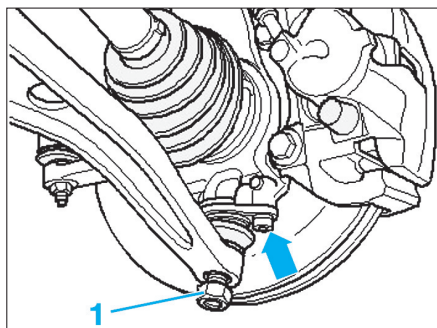
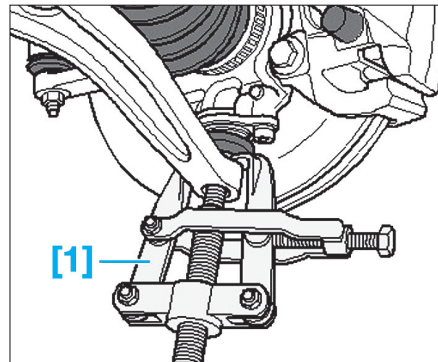

Fig. 19
Fig. 25
- le pivot de la rotule d'essieu inférieure (flèche) (Fig.19),
- l'écrou (1) de la fusée,
- le pivot de la rotule inférieure d'essieu (flèche) (Fig.19),
- l'écrou (1) de la fusée.
• Déposer la rotule de pivot à l'aide de l'outil [1] (Fig.25).